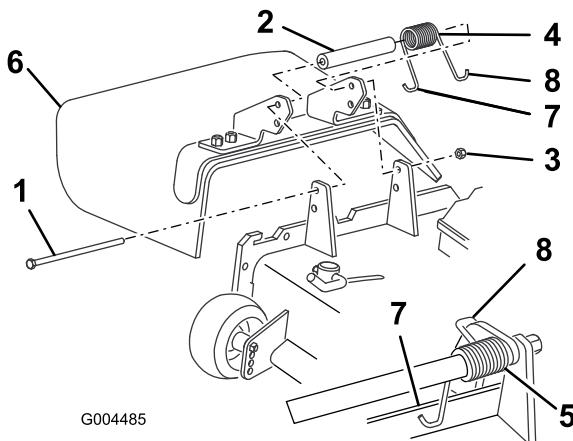

Figura 78
2. Retire la contratuerca, el perno, el muelle y el espaciador que sujetan el deflector a los soportes de pivote (Figura 78). Retire el deflector de hierba dañado o desgastado.
3. Coloque el espaciador y el muelle entre los soportes del deflector de hierba nuevo (Figura 78). Coloque el gancho en J del extremo izquierdo del muelle detrás del reborde de la carcasa.
**Nota:** Asegúrese de colocar el gancho en J del extremo izquierdo del muelle detrás del reborde de la carcasa antes de instalar el perno, según muestra Figura 78.
4. Instale el perno y la tuerca. Coloque el extremo derecho en J del muelle alrededor del deflector de hierba (Figura 78).